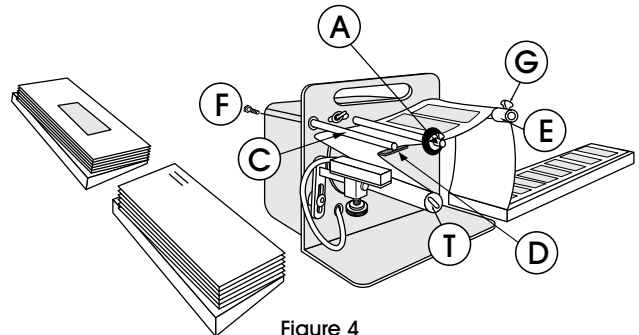

Figure 4
11. L'appareil distribuera des étiquettes pliées en accordéon et imprimées par ordinateur en fonction de ses limitations de largeur. Placez la copie papier à l'arrière du distributeur avec l'étiquette orientée vers le haut pour faire passer le dessous de la copie papier en premier. La dernière étiquette imprimée sera la première étiquette enlevée. (Voir Figure 4) La copie papier peut passer par-dessus la bague latérale.